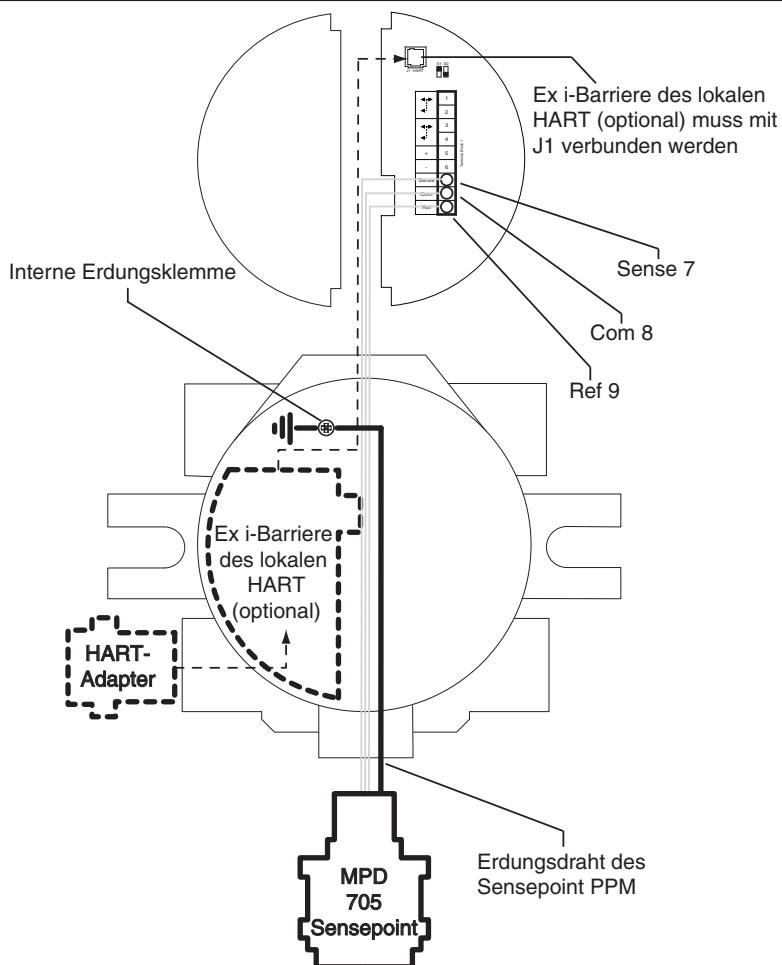
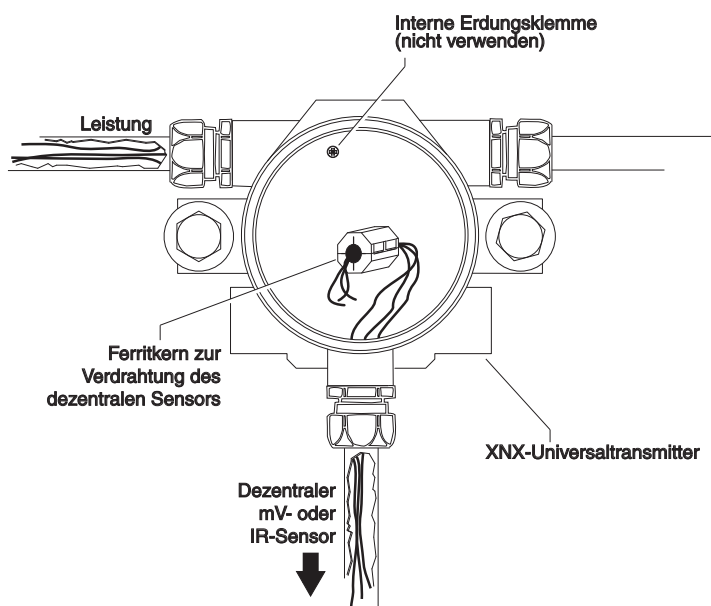

Abbildung 14: Verdrahtung des mV-Messmodus
Abbildung 16: Ferritkernverdrahtung
10. Am Transmitter das Kabel durch den Ferritkern führen, wie in Abbildung 16 dargestellt, und die Verdrahtung, wie in Abbildung 14 dargestellt, am steckbaren Klemmenblock abschließen.
Bei der Konfiguration eines dezentral installierten MPD müssen die drei Kabel des Sensors, die an den steckbaren Klemmenblock angeschlossen sind, durch den mitgelieferten Ferritkern (Teile-Nr. 0060-1051, im Zubehörsatz mitgeliefert), geführt werden, wie in Abbildung 16 dargestellt.